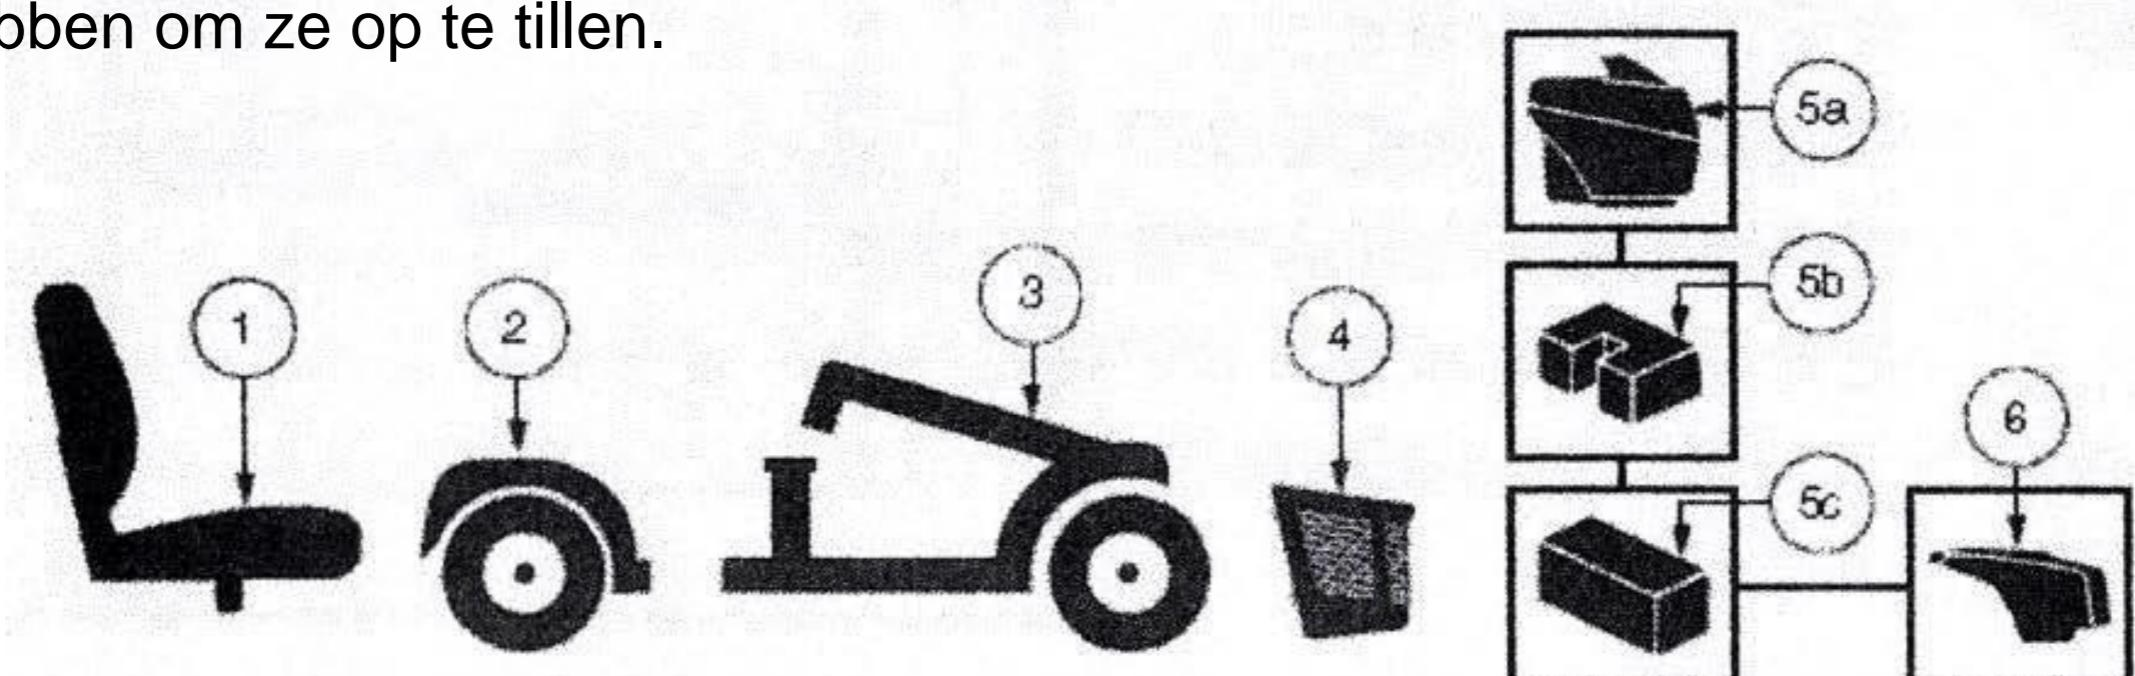

Afbeelding 13
2. Controleer of de zekering doorgebrand is (Afbeelding 13).